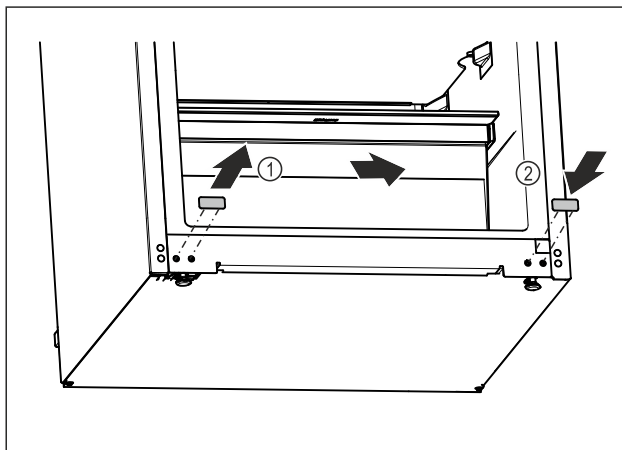

Fig. 13
- ▶ Издърпайте покриващата тапа. Fig. 13 (1)
- ▶ Поставете покриващата тапа от другата страна. Fig. 13 (2)